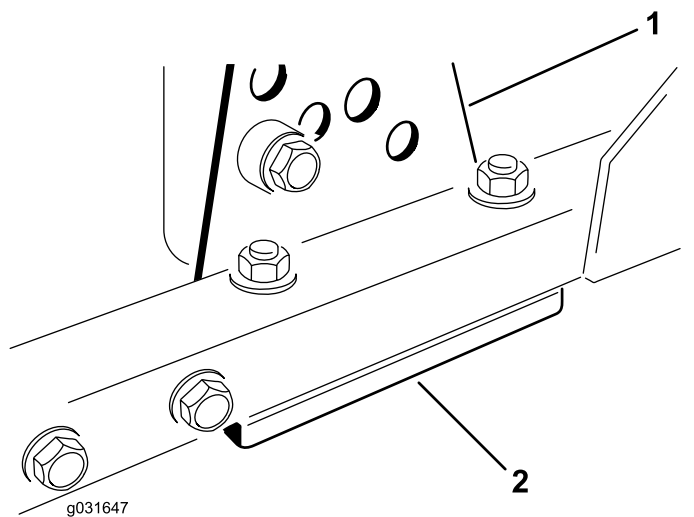

Figura 71
1. Îndepărtați consola pentru înălțimea de tăiere (față, stânga sau dreapta) de pe cadrul unității de tăiere (Figura 71).
2. Reglai lamele de 1,5 mm i/sau lama de 0,7 mm între cadrul unității de tăiere i consolă pentru a obine înălțimea de tăiere dorită (Figura 71).
3. Montai consola pentru înălțimea de tăiere pe cadrul unității de tăiere cu lamelele rămase asamblate sub consola pentru înălțimea de tăiere. (Figura 71).